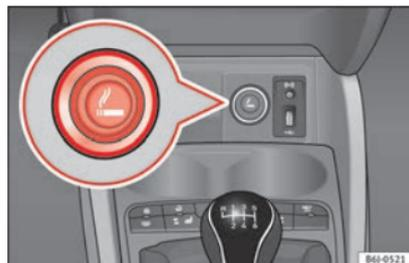

Fig. 145 Isqueiro.
- Pressionar o isqueiro » **Fig. 145** para o ativar » **⚠**.